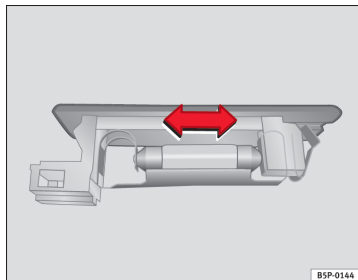

Fig. 175 Bagagerumslys
- Tryk pæren til siden, og tag den ud af holderen ⇒ Fig. 175.